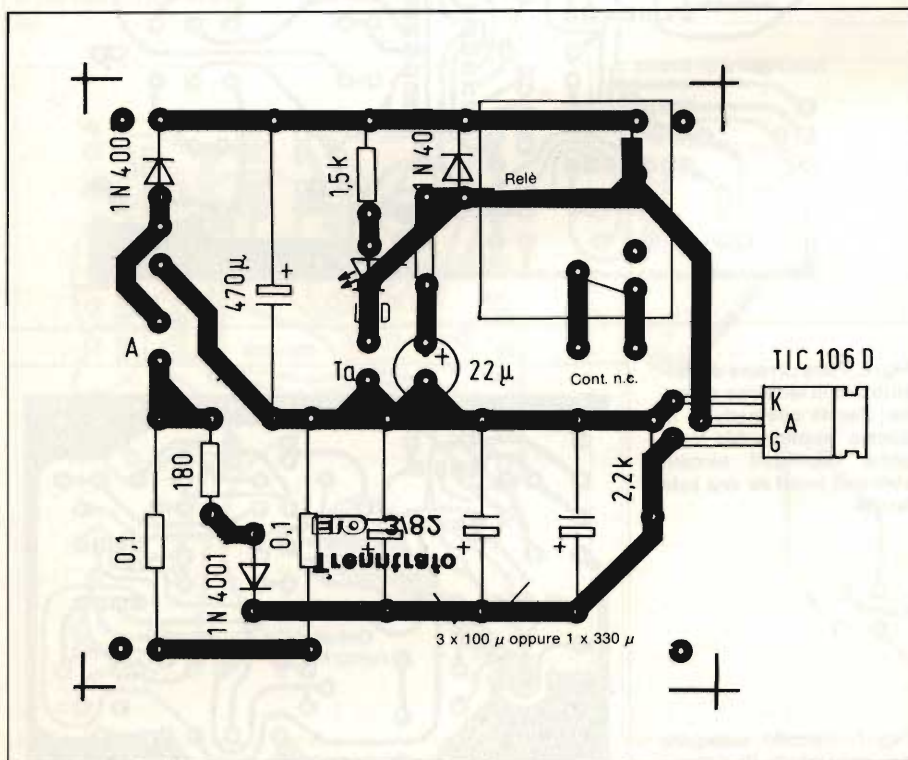

Fig. 6. Circuito stampato e disposizione dei componenti.
**I** gruppi funzionali che compongono questo apparecchio sono montati su circuiti stampati; le piste di rame e la disposizione dei componenti sono raffigurate, in scala 1:1, nelle figure 6...13. I valori resistivi indicati sullo schema potranno essere eventualmente ottenuti collegando in serie od in parallelo resistori di valore unificato e misurando successivamente la resistenza totale ottenuta.
Fig. 6. Piste di rame del misuratore di tensione efficace. Per la costruzione di questo apparecchio vengono impiegati circuiti stampati incisi su una sola faccia.